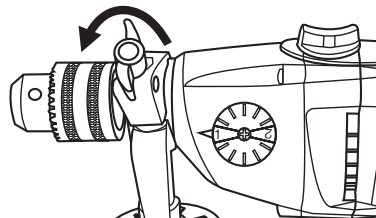

Abb. 3
1. Lösen Sie die Flügelspannschraube (17) durch Drehen soweit, dass diese nicht mehr in die Aufnahme des Tiefenanschlages hineinragt (Abb. 3).